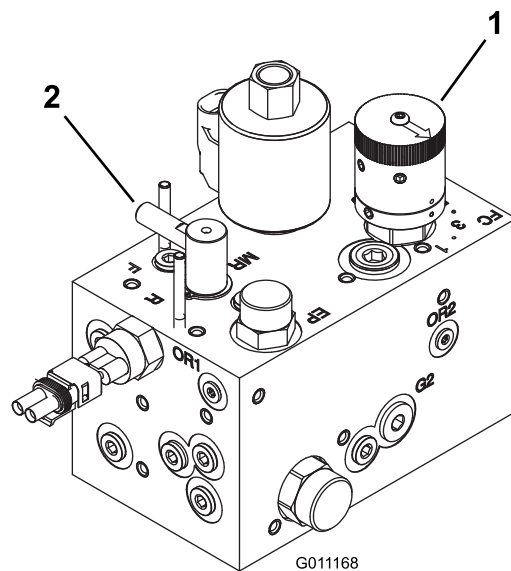

Рисунок 46
- Поверните ручку регулятора скорости барабана (Рисунок 46) на номер, определенный при выполнении пункта 1.